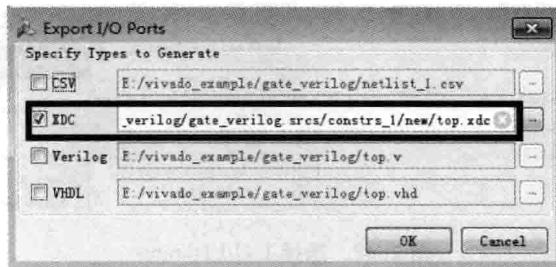

图 2.44 导出 I/O 规划
(11) 如图 2.44 所示，出现 Export I/O Ports(导出 I/O 端口)对话框界面。选中 XDC，并将导出路径指向当前工程路径。
① 对于 VHDL 语言的设计流程，路径指向：